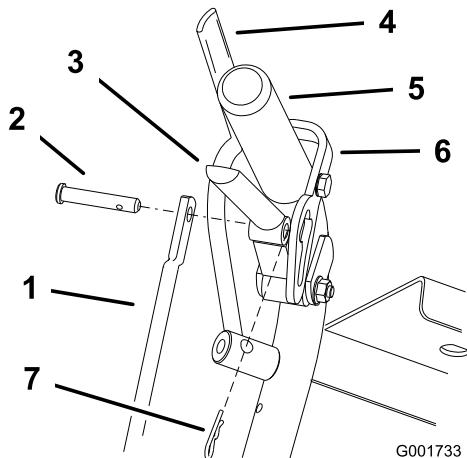

Figura 41
- Ajuste la longitud de la varilla de control soltando la palanca de avance y retire el pasador de horquilla y el pasador. Gire la varilla en el acoplamiento (Figura 41).
- Coloque el pasador en la palanca de avance (Figura 41).
- Instale el pasador de horquilla entre las palancas de avance y los cierres de bloqueo de punto muerto e introduzcalo en el pasador (Figura 41).